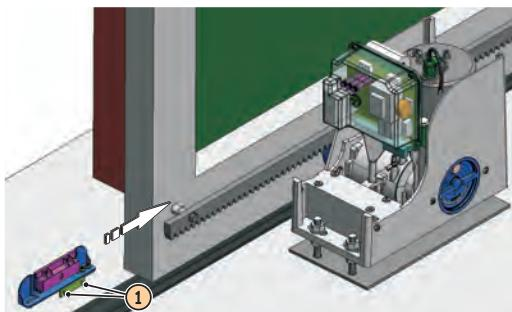

Abb. 18
- ③ Das Tor mit der Hand in die Öffnungsposition schieben und einen Freiraum von 4 cm vom mechanischen Endanschlag lassen.
- ④ Den Magnet mit offenem Schloss in Öffnungsrichtung auf der Zahnstange verschieben, siehe Abb. 18. Sobald die LED für den Endschalter beim Öffnen auf der Karte erlischt, den Magnet weitere 10 mm vorschlieben und mit den entsprechenden Schrauben befestigen (Abb. 18 Bez. ①).
- ⑤ Auf entsprechende Weise für den Magnet beim Schließen verfahren.
⑥ Das Tor auf etwa halben Fahrweg fahren und das System erneut blockieren (siehe Abschnitt 9).